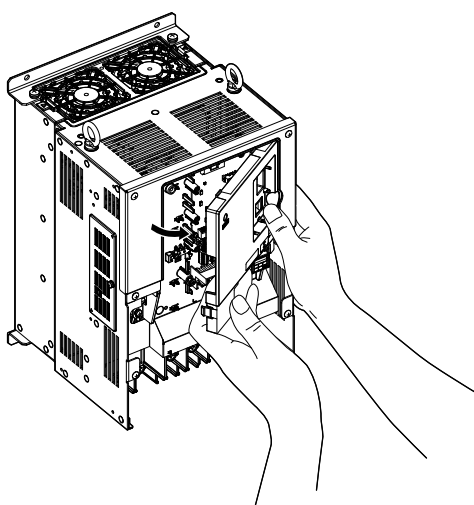

Figure 3.19 Retirer le couvert frontal (2A0010 à 2A0415 et 4A0058 à 4A1200)
4. Décrocher le côté gauche du couvert frontal, puis tirer le côté gauche vers vous tel qu'illustré à la Figure 3.19 jusqu'à ce que le couvert se détache.